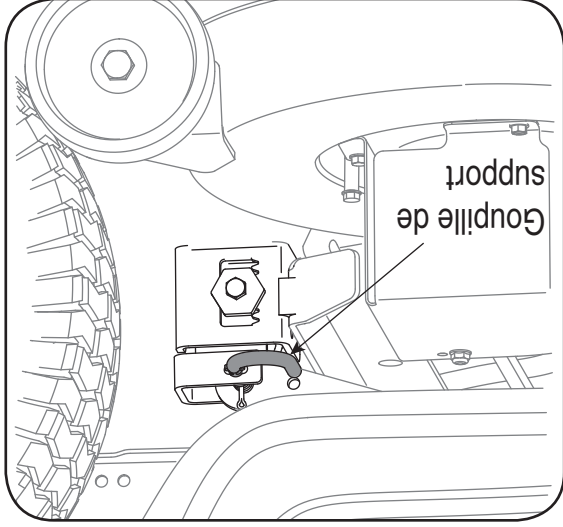

Figure 6-4
5. Placez-vous sur la gauche du tracteur et localisez la goupille de support du plateau de coupe sur le côté arrière gauche du plateau de coupe. Voir la Figure 6-4.